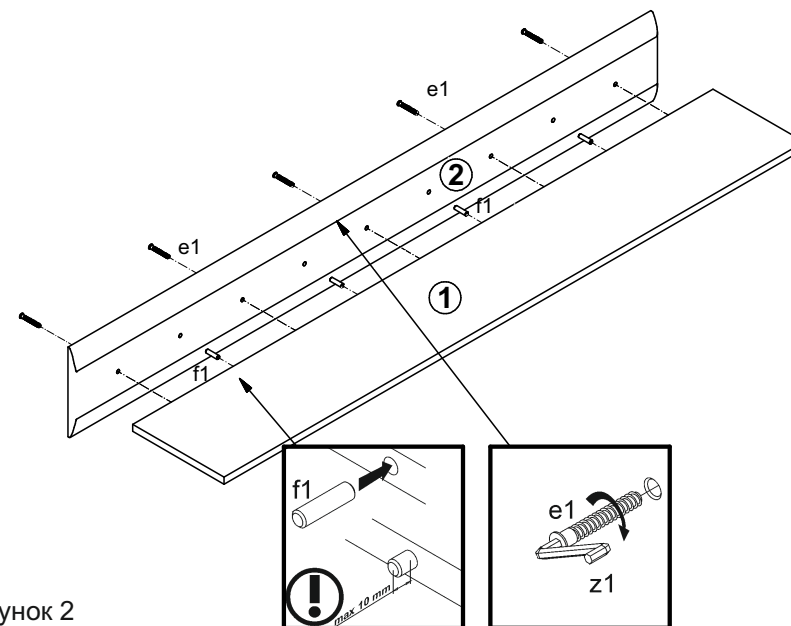

Рисунок 2
4. В отверстия Ø8 мм на задней кромке детали 1 вбить деревянные шканты f1 (см.рис.2).
5. Соединить между собой детали полки 1 и 2, стянуть их при помощи конфрматов e1 (см.рис.2).